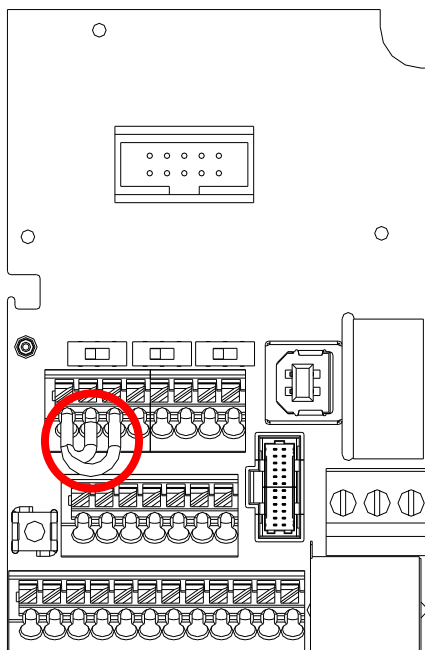

图 17-2
- 安全控制回路内部线路如图 17-2 所示。
- 出厂时会将安全控制回路中的端子 +24V-S1-S2 用短路线短路在一起，如图 17-2 红框处。